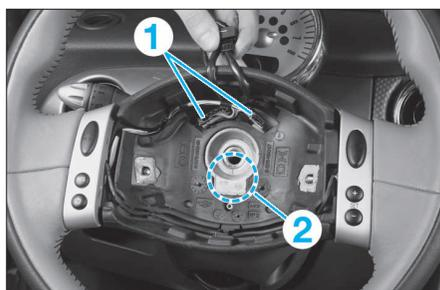

FIG. 3
- Débrancher les connecteurs (1) (selon équipement) (Fig.3).